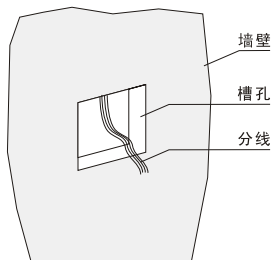

图 1
1. 按86盒尺寸在86盒中心点距地面约145cm处的墙上开一槽孔（见图1）。